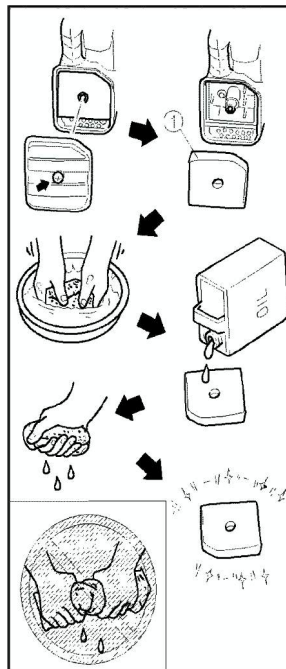

Рис.22
2. Вытащите фильтрующий элемент (1) и промойте его огнестойким растворителем (с высоким показателем температуры возгорания), выжмите его и просушите (рис. 22).